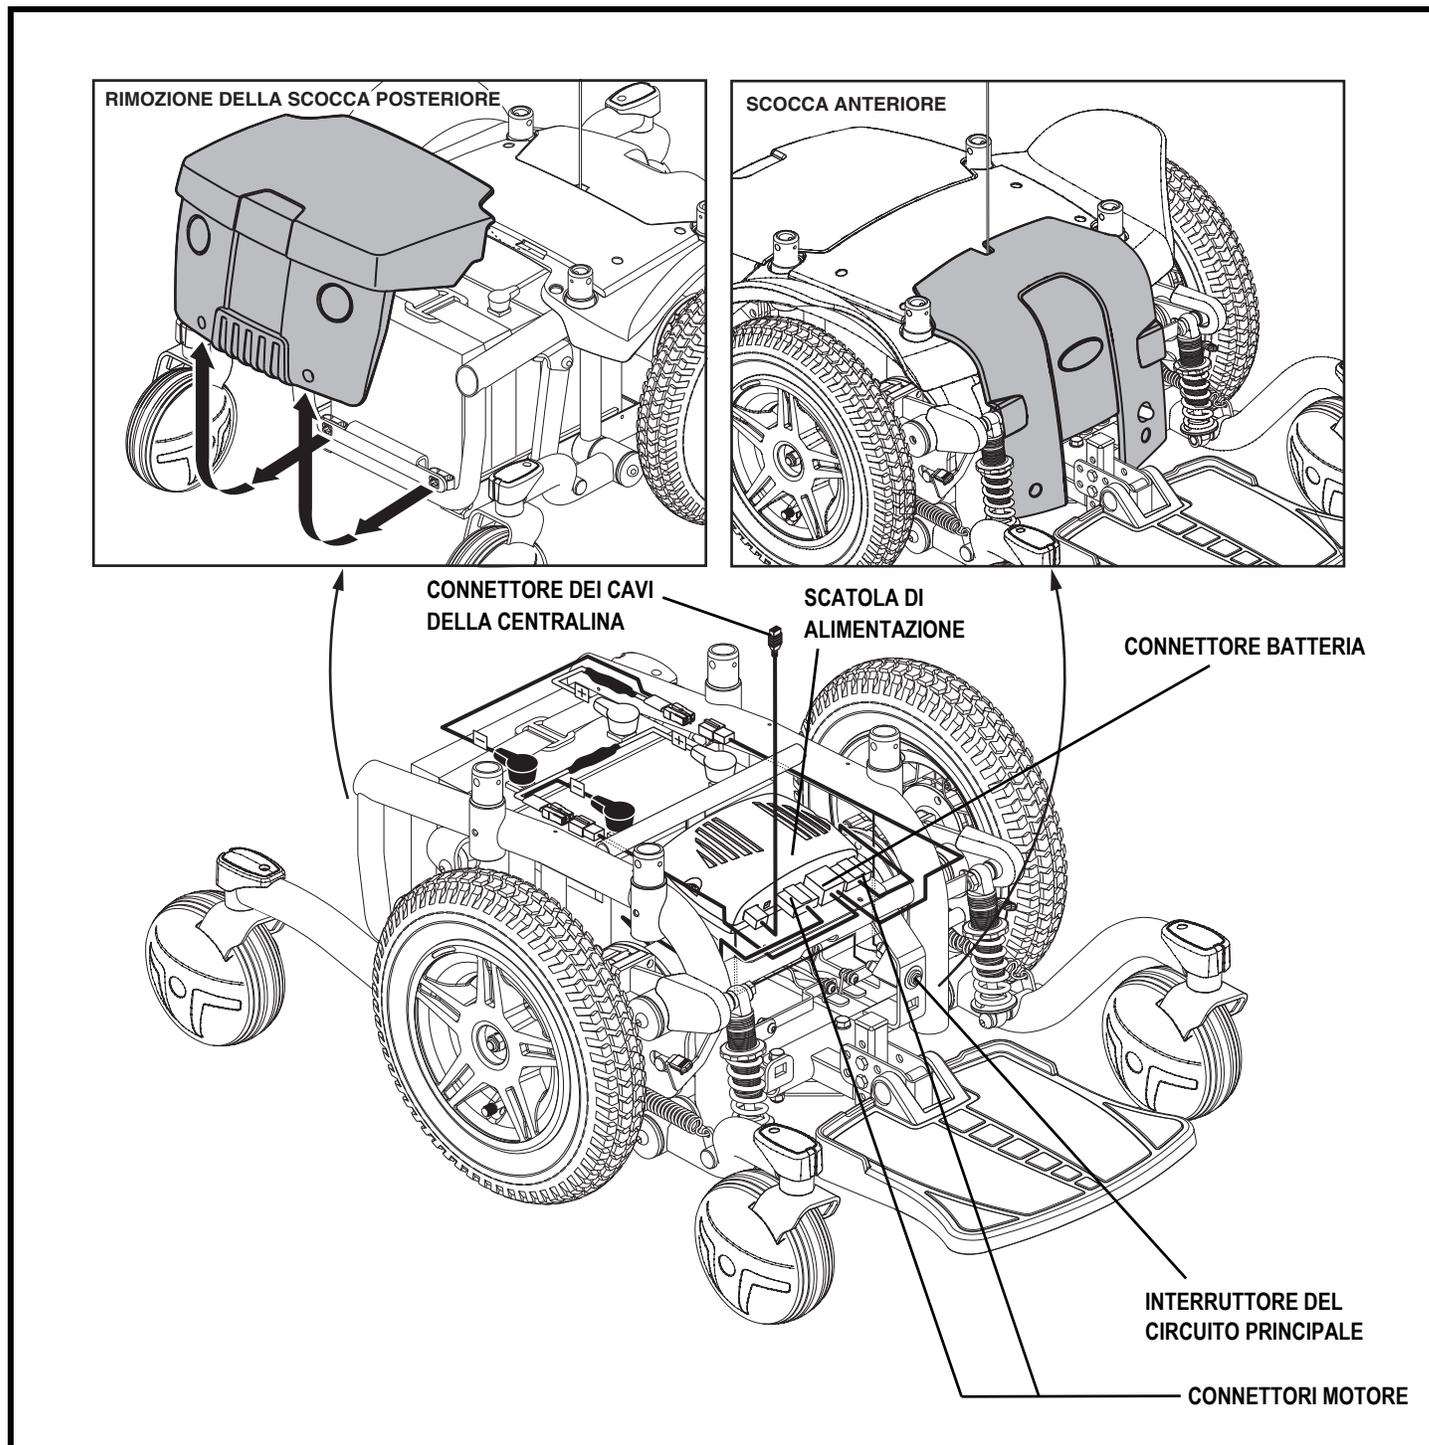

Figura 7. Componenti elettrici della Quantum 614
I componenti elettrici sono ubicati sopra o all'interno della base di alimentazione. L'interruttore di rete principale si trova sulla parte anteriore della base di alimentazione. Il modulo di alimentazione si trova all'interno della base di alimentazione. **Vedere la figura 7.**
6. Collegare il connettore della centralina alla base elettronica. **Vedere la figura 7.**
2. Scollegare i connettori della centralina dalla base elettrica. **Vedere la figura 7.**